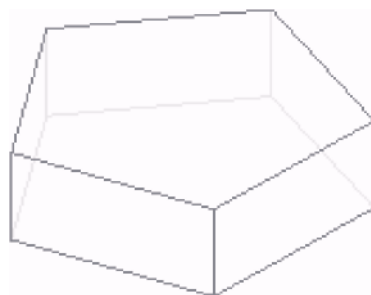

Рис. 5.34
5. Застосуємо до отриманого п'ятикутника  Операцію видавлювання. У вікні Відстань задамо 50, а Напрямок - Пряме. Результат видавлювання показаний на рис. 5.34. Тут застосований каркасний спосіб відображення моделі із промальовуванням невидимих ребер тонкими лініями.